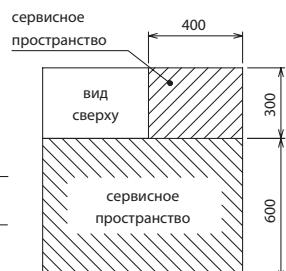

Рис. 1
- Предусмотрите сервисное пространство вокруг прибора согласно рис. 1.